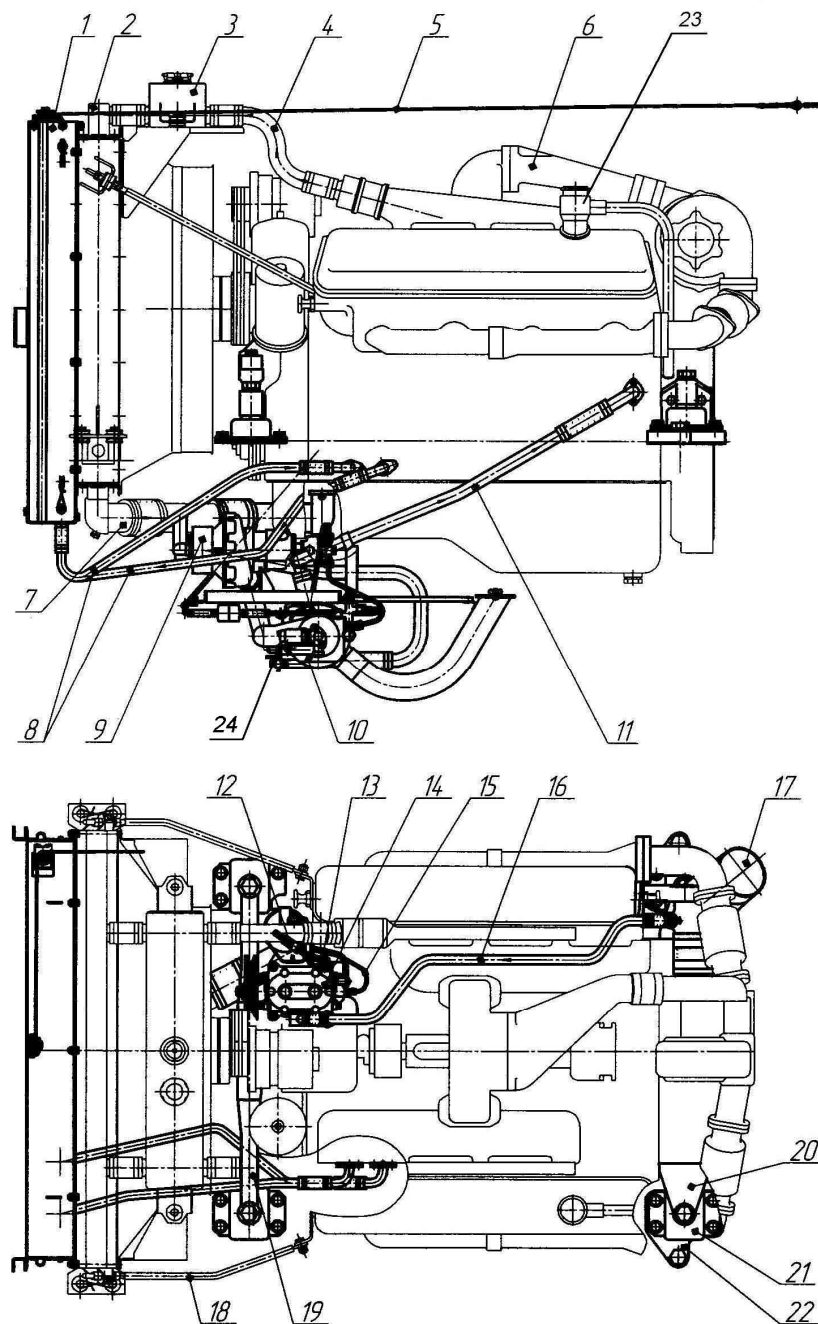

Рис. 2 Двигатель с системами
Заправку масла в картер двигателя необходимо производить через маслозаливную горловину 23 (рис. 2).
- открыть капот, снять крышки с заливных горловин на радиаторе 2 (рис. 2) и расширительном бачке 3;